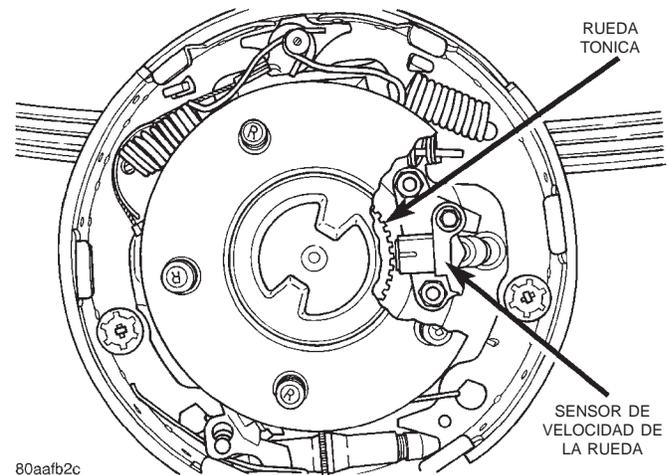

Fig. 9 Sensor de velocidad de la rueda
- (1) Desconecte los sensores de los conectores del mazo trasero.
- (2) Retire el conjunto de rueda y neumático.
- (3) Retire el tambor de freno.
- (4) Retire las abrazaderas que fijan los cables del sensor a los tubos de freno y la manguera de freno.
- (5) Retire de su asiento la arandela de la placa de apoyo del cable del sensor.
- (6) Retire el perno que fija el sensor a la ménsula (Fig. 9) y retire el sensor.